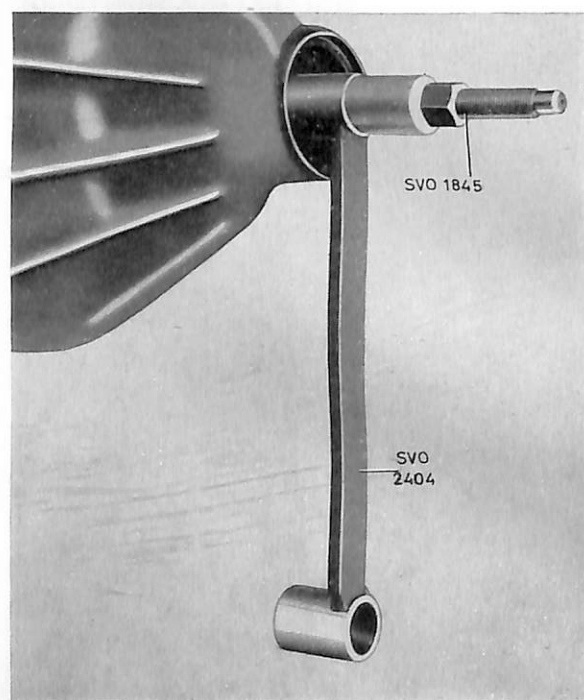

Bild 22. Mont. av pinjong.
4. För in pinjongen i kåpan och träd på det antal justermellanlägg (26) som fanns vid isärtagningen och främre pinjonglagret (27). Montera nyckel SVO 2404 och pressverktyg SVO 1845 på pinjongens främre ände och drag i pinjongen, se bild 22.